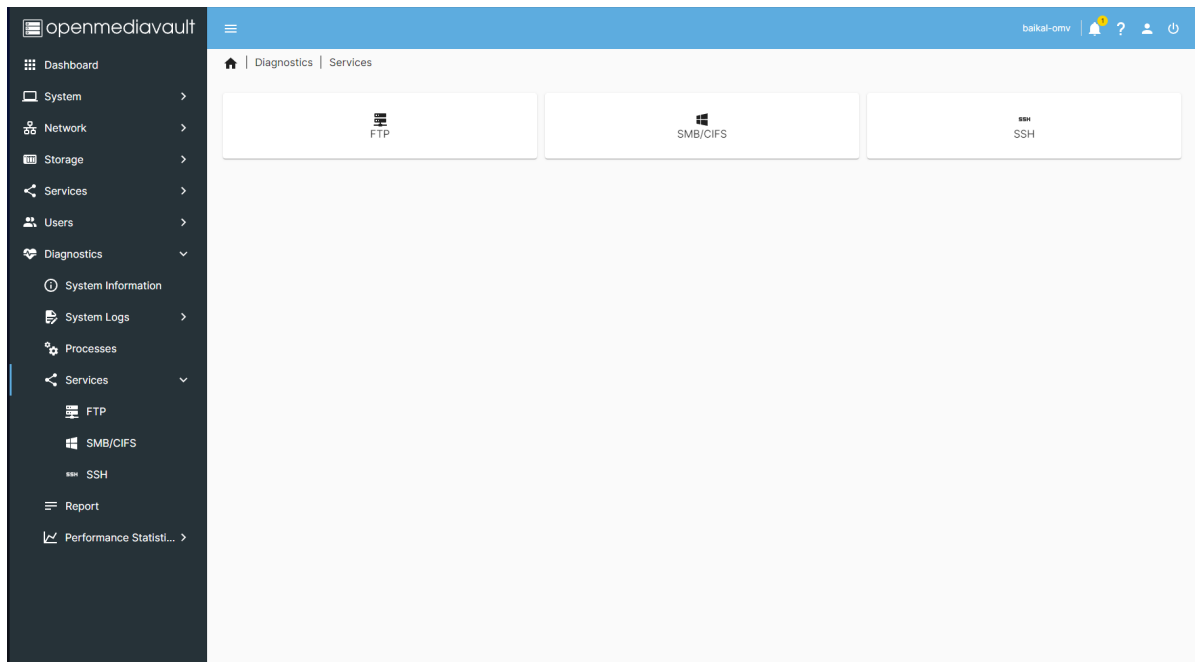

Рис. 68. Окно «Services»
– Пройдите во вкладку «Diagnostics» → «Services» в данной вкладке отображаются состояния (включены/отключены и запущены/не запущены) служб. Подробная информация по умолчанию предоставляется для Samba, FTP и SSH. Плагины могут использовать эту вкладку для интеграции информации о своих службах. Окно «Services» показано на рис. 68 Окно «Services».